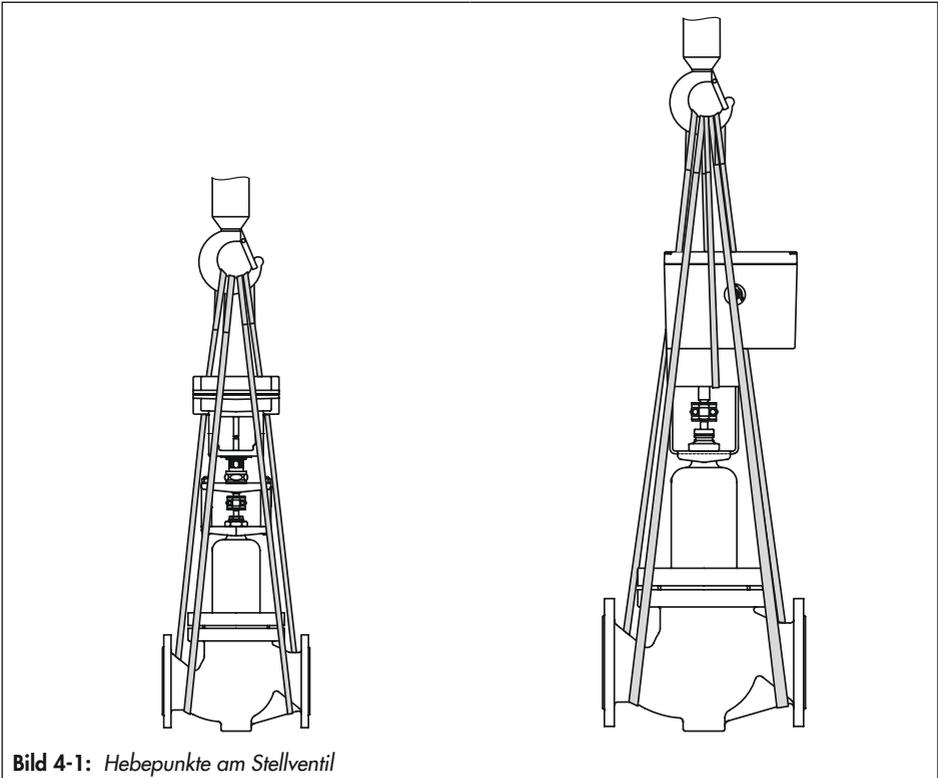

Bild 4-1: *Hebepunkte am Stellventil*
- Als Tragmittel einen Haken mit Sicherheitsverschluss verwenden (vgl. Bild 4-1), damit die Anschlagmittel beim Heben und Transportieren nicht vom Haken rutschen können.
1. Je eine Hebeschlinge an den Flanschen des Gehäuses und am Tragmittel (z. B. Haken) des Krans oder Gabelstaplers anschlagen, vgl. Bild 4-1.